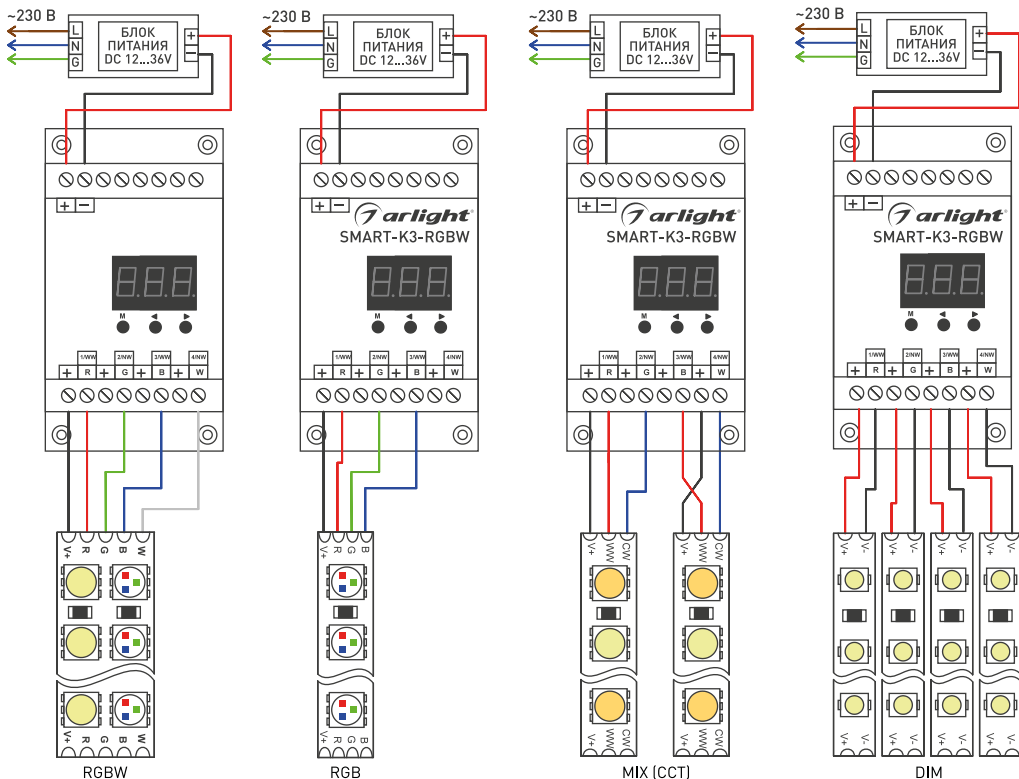

Рис. 1. Варианты подключения контроллера с различными светодиодными лентами.
- 3.3. Подключите оборудование, используя одну из схем, приведенных на Рис. 1, в зависимости от типа ленты. Соблюдайте полярность и порядок подключения проводов к клеммам.